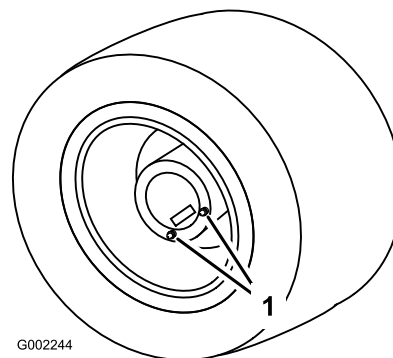

Figura 48
1. Coloque o carro de rega numa superfície nivelada com as rodas traseiras na posição de drenagem, como se mostra na Figura 48.
3. Coloque um recipiente debaixo dos tampões de escoamento e retire-os da roda (Figura 48).